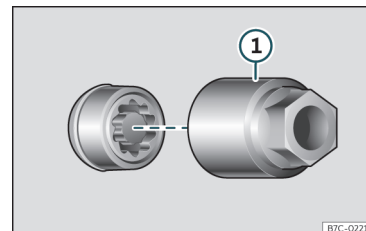

Fig. 40 Tornillo antirrobo de la rueda con capuchón y adaptador.
- Encaje el adaptador especial >>> **fig. 40** ① (herramienta de a bordo >>> **pág. 48**) en el tornillo antirrobo de la rueda hasta el tope.